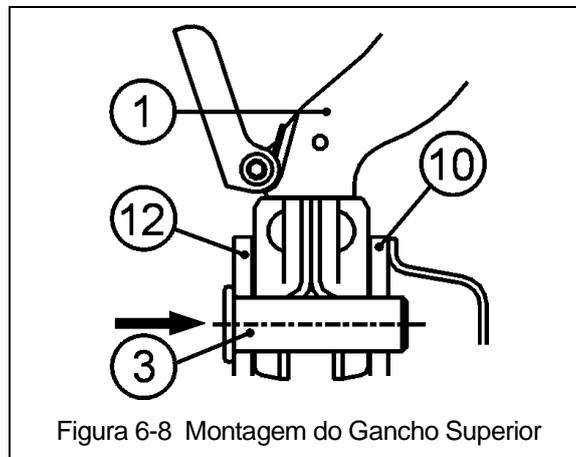

Figura 6-8 Montagem do Gancho Superior
- Monte o conjunto do Gancho Superior (1) entre a Placa A (10) e a Placa B (12) e depois insira o Pino Superior (3) pelo lado da Placa B (12) para fixar o conjunto do Gancho superior (1). Veja a Figura 6-8.